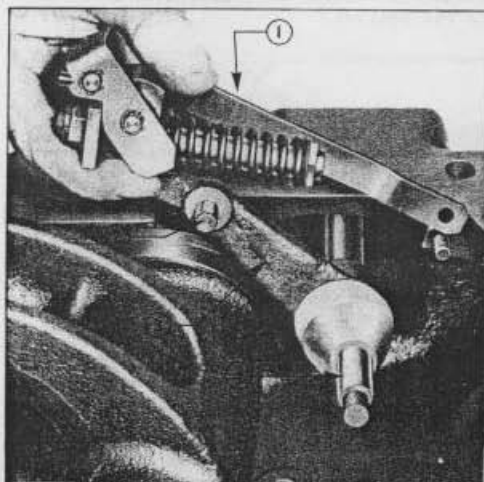

Fig. 32
4. Placer cet ensemble sur le couvercle de relevage, l'excentrique de l'arbre orienté vers l'intérieur (fig.32), et raccorder la biellette de commande de sélection au bras de commande de sélection. Poser une rondelle plate et une goupille fendue.